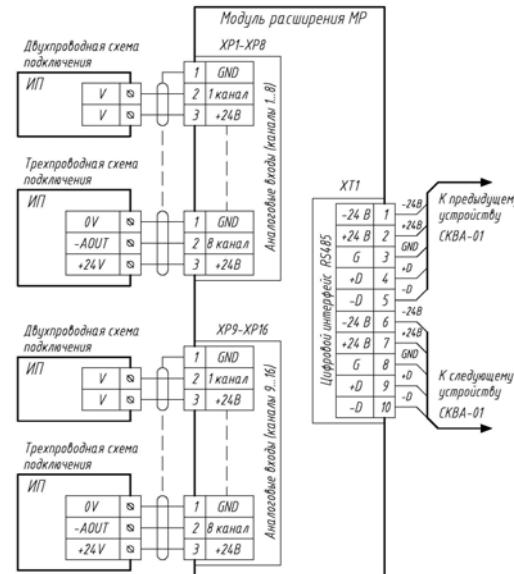

Рис.2
4.2 Подключение производить строго по схеме подключения рис.2.
4.3 Подключение ИП к MP и объединение MP с другими устройствами по интерфейсу RS485 выполняется по схеме рис.2 в следующем порядке:
- Подключите жилы кабелей к разъемам (ХР1-ХР8) в порядке, указанном в проектной документации и в соответствии со схемой рис.2. Подключение ИП к МР выполняется по схеме рис.2 (полярность подключения кабеля в случае двухпроводной схемы значения не имеет).